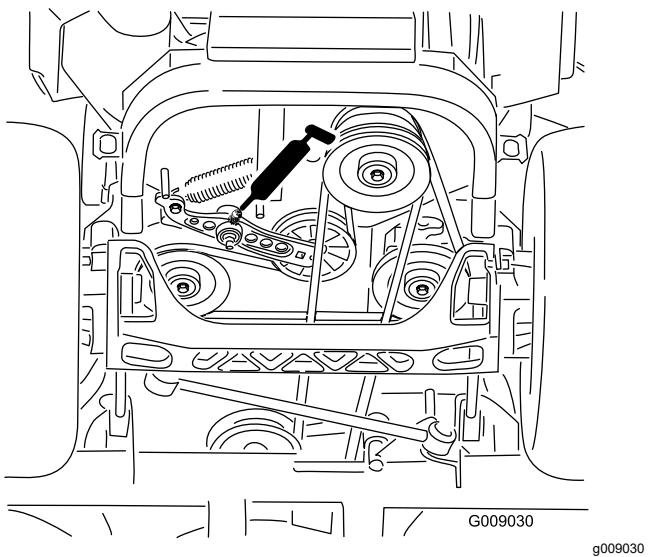

Figura 47
4. Lubrifique os braços intermédios da correia de transmissão (Figura 47).